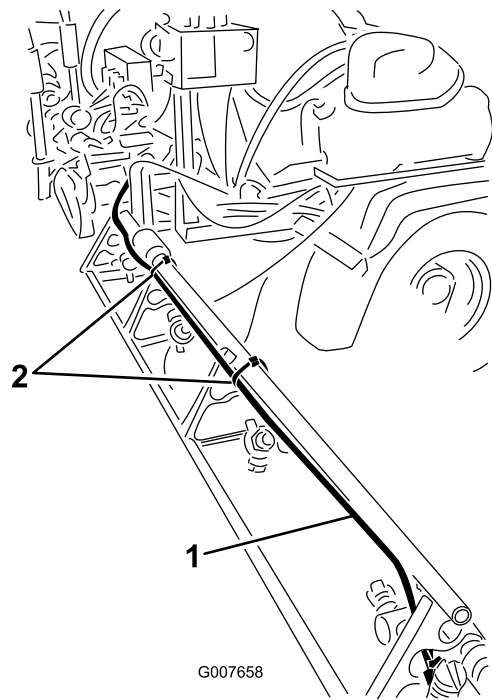

图 29
- 如图 29 所示沿外部喷洒臂段上撑杆的后侧安装管总成。
- 如图 29 所示用扎带将管总成固定到外部喷洒臂段。